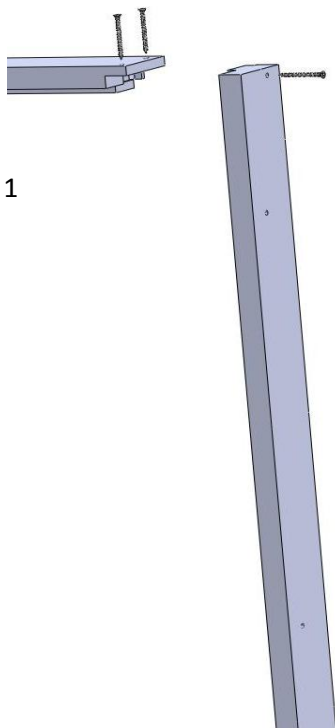

bild 1
- 2.) Montera ihop karmen med skruv 4x50mm eller liknande. (bild 1)